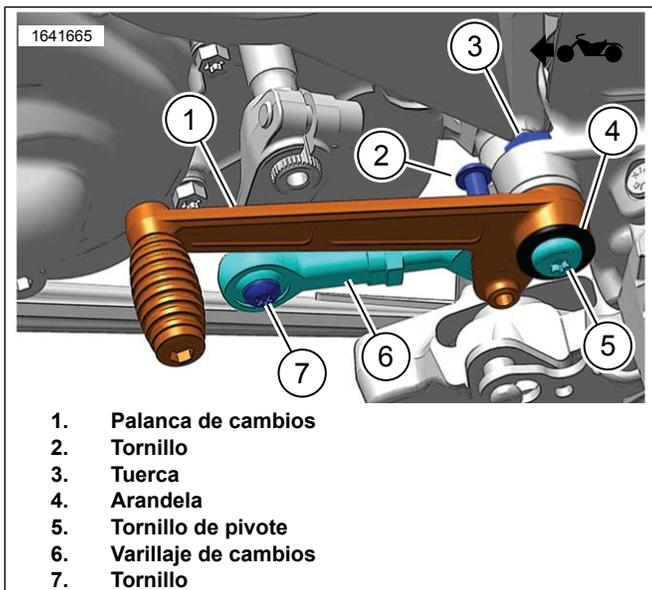

Figura 2. Extracción de la palanca de cambios / varillaje de cambios
2. Vea la Figura 2. Quite el tornillo del varillaje delantero de cambios (7).
3. Vea la Figura 2. Quite el tornillo de pivote de la palanca de cambios (5), la arandela (4) y la tuerca (3).
4. Vea la Figura 2. Extraiga la palanca de cambios (1) y el varillaje de cambios (6) del saliente de la estructura.
5. Vea la Figura 2. Extraiga el tornillo (2) del varillaje de cambios (6) de la palanca de cambios (1).